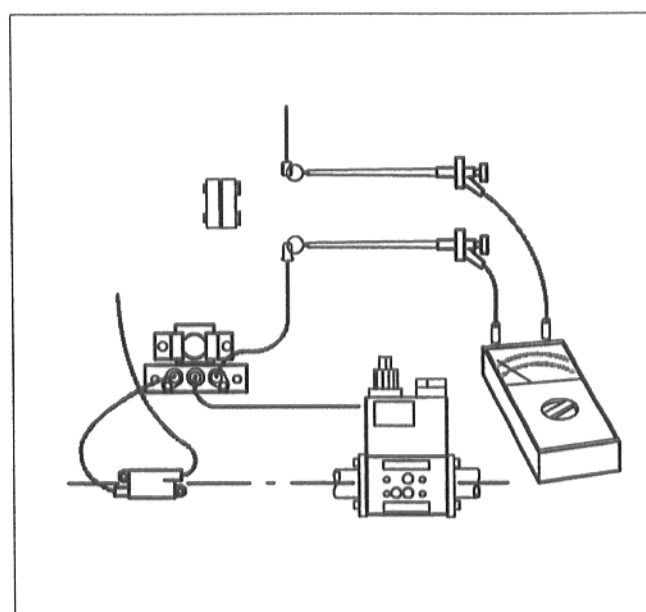

Рис. 8
- Подключить измерительный прибор последовательно к контрольному кабелю и к контрольному электроду (рис.8). Установить измерительный прибор на значения мкА постоянного тока.
- При затребовании отопления блокирующая заслонка отходящего газа должна переходить в положение "ОТКР". Необходимо проверить это путем задействования установочного рычага (рис. 8а). Только после достижения положения "ОТКР" должно происходить включение горелки.
Рис. 8а
- Ослабить винты держателя и поместить датчик отходящего газа* наконечником в середину потока отходящего газа (рис. 8б).
Рис. 8б: Датчик контроля отходящего газа